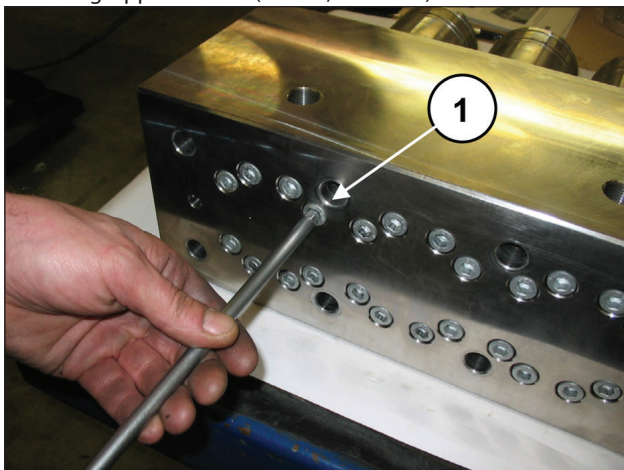
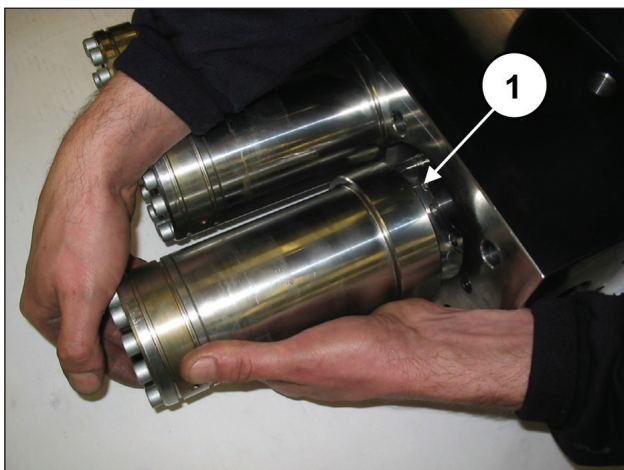

Abb. 101
Abb. 102
Lösen Sie die Befestigungsschrauben M10x140 von Buchsen und Kopf (Pos. ①, Abb. 101) und ziehen Sie die Buchsengruppen heraus (Pos. ①, Abb. 102).
Verfahren Sie zur Abnahme der Kolbenbaugruppen wie folgt: Trennen Sie den Kopf und das Distanzstück der Buchsen vom Pumpengehäuse gemäß den Hinweisen in Abschn. 2.2.1 (Abb. 966 bis Abb. 102).